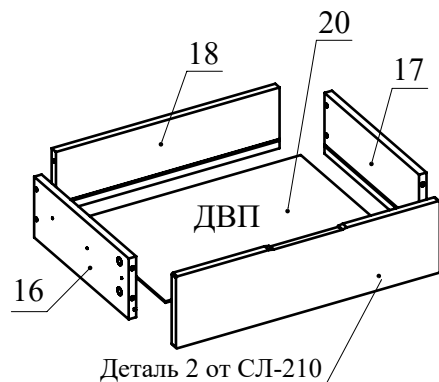

Рис.15
12. Соберите ящик, согласно схеме (Рис. 15).